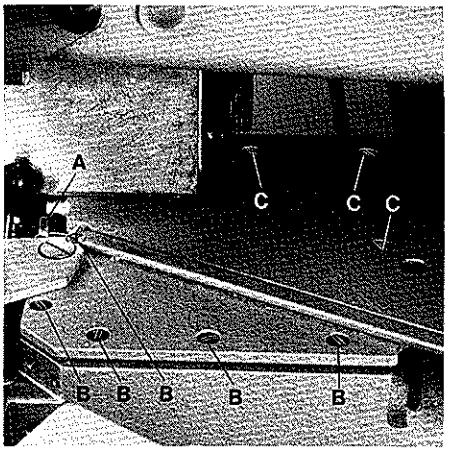
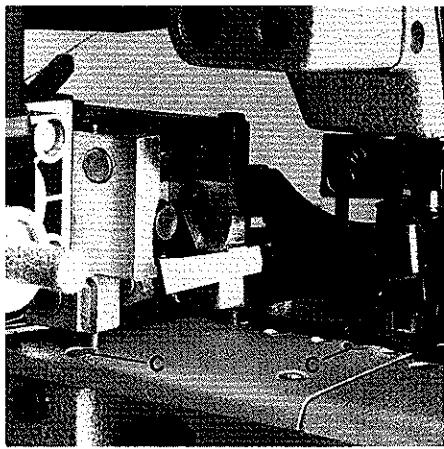

Fig.61
Fig.62
Disconnect cable for FAST ACTION TAPE CUTTER on control box under the table board and the three rapid action hose couplings on cutter (see Fig.3). Remove looper thread guide (A, Fig.61). Screw out the five countersunk head screws (B) and the five filister head screws (C, Figs. 61 and 62) and remove the FAST ACTION TAPE CUTTER assembly from sewing machine.
Lösen Sie die Kabelverbindung für die "SCHNELLE SCHERE" am Schaltkasten unter der Nähfischplatte und die drei Schnellverschlußkupplungen an der Schere (siehe Fig.3). Entfernen Sie die Greifervadeführung (A, Fig.61). Entfernen Sie die fünf Senkschrauben (B) und die fünf Zylinder-Kopfschrauben (C, Fig.61 und Fig.62) und nehmen die komplette "SCHNELLE SCHERE" aus der Maschine.